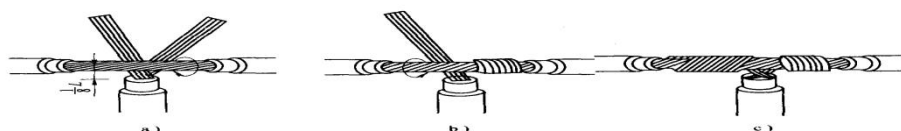

图 9-4 7 芯铜线的 T 字形连接
1、把分支芯线散开钳平，将距离绝缘层 1-8 处的芯线绞紧，再把支路线头 7/8 的芯线分成 4 根和 3 根两组，并排齐；然后用螺钉旋具把干线的芯线撬开分为两组，把支线中 4 根芯线的一组插入干线两组芯线之间，把支线中另外 3 根芯线放在干线芯线的前面，如图 9-4 a 所示。
2、把 3 根芯线的一组在干线右边紧密缠绕 3-4 圈，钳平线端；再把 4 根芯线的一组按相反方向在干线左边紧密缠绕，如图 10-4 b 所示。缠绕 4-5 圈后，钳平线端，如图 9-4 c 所示。